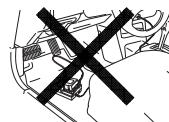

Fig. 15
- Utilizzate la cinghietta in dotazione con il caricatore e fissatelo in posizione per impedire che si sposti inavvertitamente. (Vedere Fig. 15)